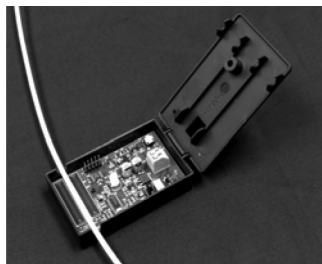

Figure 3
1. Retirez la vis du couvercle du dispositif de sectionnement. Ouvrez le couvercle à charnière et raccordez le dispositif sur le fil neutre du ventilateur du générateur de chaleur. (Voir la Figure 3.)